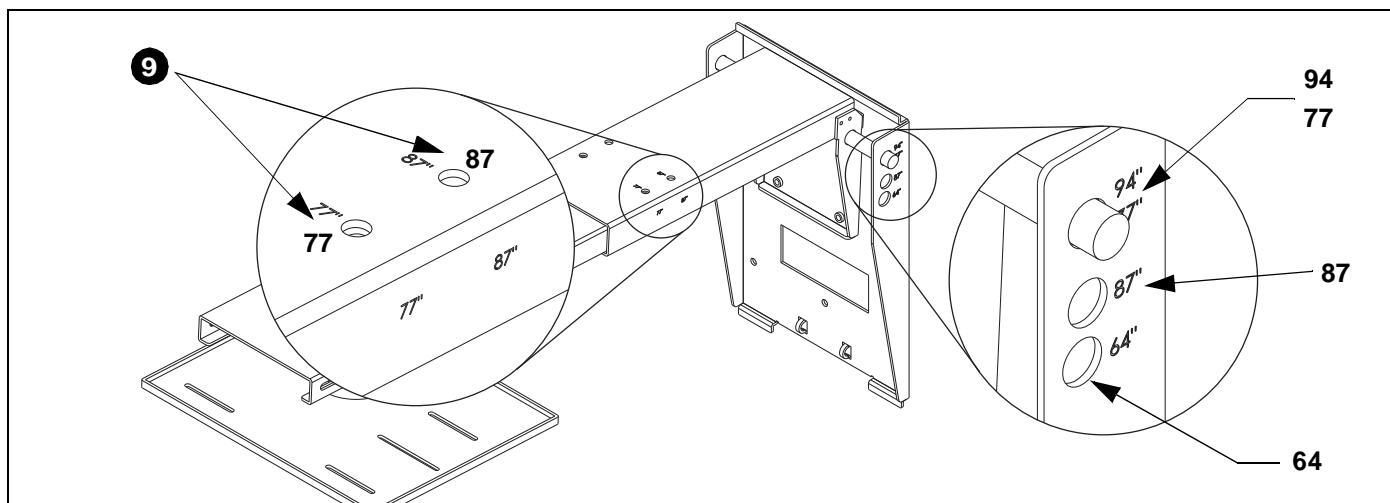

Figura 11
Consulte la figura 11 para colocar el brazo de extensión
- Utilice las piezas de sujeción (que guardó en el paso 1) para conectar el brazo de extensión al soporte SMART Board. (Consulte la figura 11)